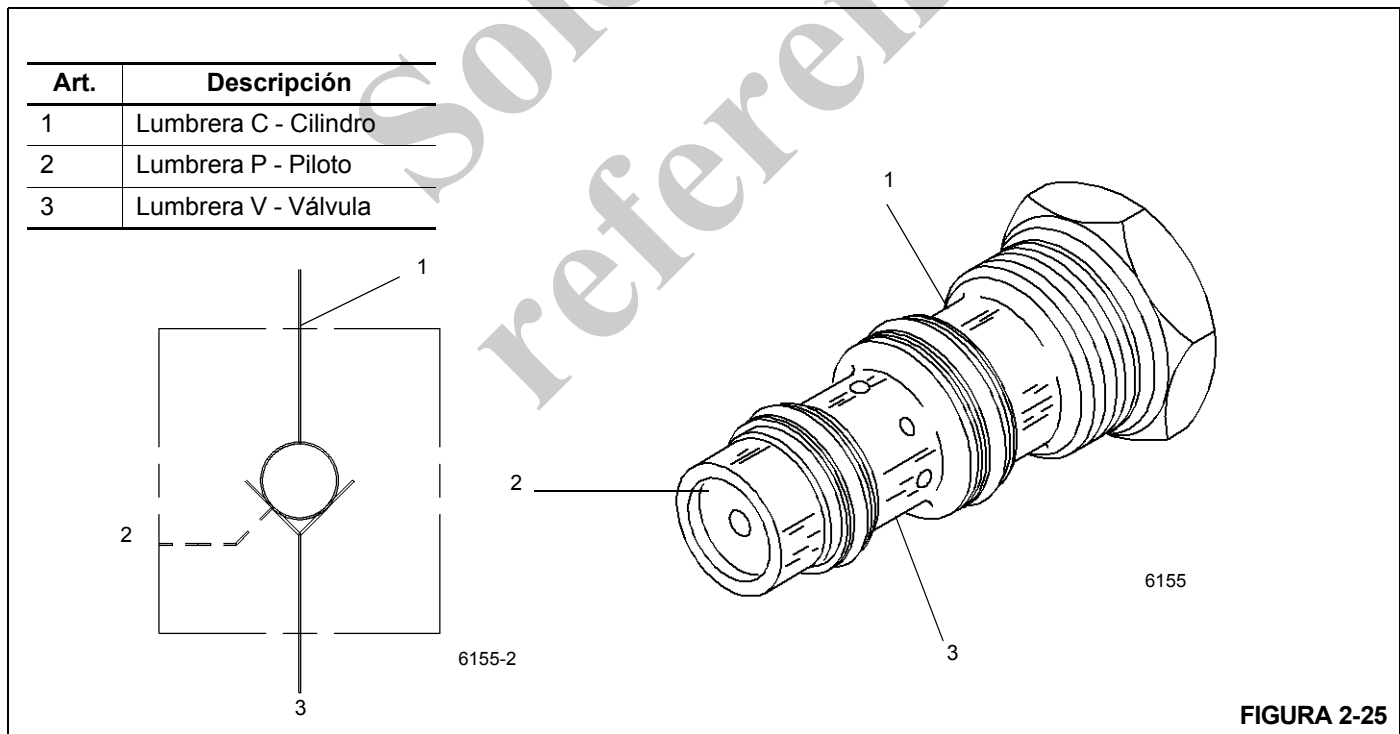

FIGURA 2-25
Una válvula de retención activada por piloto (PO) se encuentra en cada bloque de lumbreras del cilindro de estabilizadores. La válvula de retención funciona como una válvula de tope para el cilindro de estabilizadores. El flujo de aceite se dirige de la lumbrera "V" a las lumbreras "C", mientras se impide el flujo en el sentido opuesto. El flujo se invierte de "C" a "V" cuando el aceite de presión piloto se aplica a la lumbrera "V" del lado opuesto (Figura 2-25).